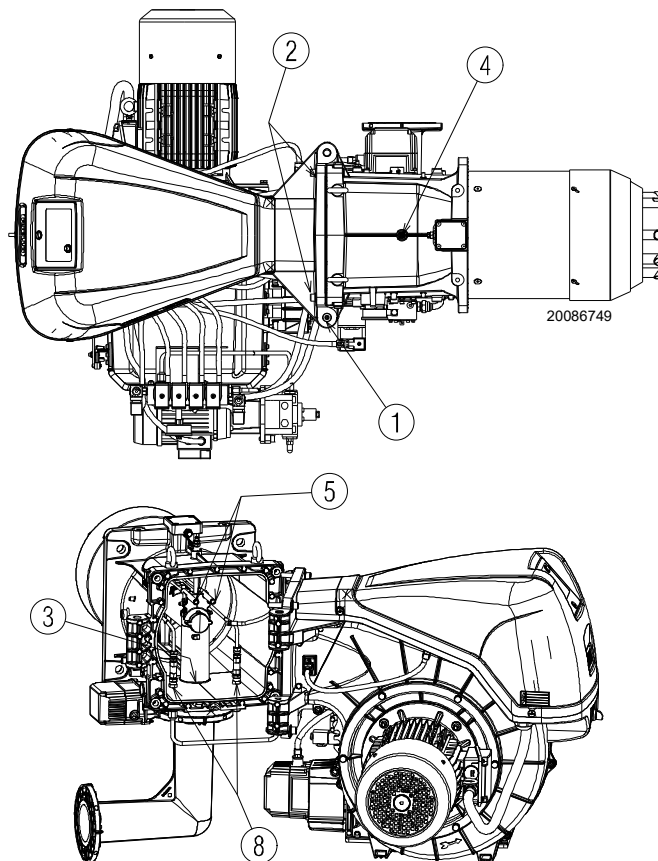

Fig. 17
El quemador sale de fábrica preparado para la apertura hacia la derecha, manteniendo por tanto el perno 1)(Fig. 17) en su alojamiento.
- C Abrir el quemador completamente como en Fig. 17;
Para la apertura del quemador por el lado opuesto, antes de quitar el perno 1)(Fig. 17), verificar que los 4 tornillos 2) estén apretados. Después, desplazar el 1) hacia el lado opuesto, solo entonces será posible quitar los tornillos 2). Desconectar la toma 9 (Fig. 17) del presostato gas de máxima, después, proceder como se describe arriba en el punto C).